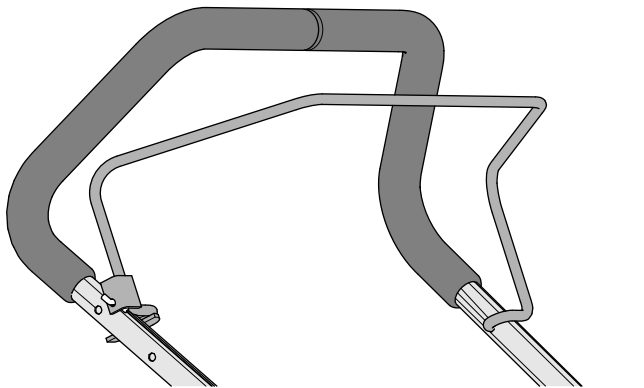

Figura 11
3. Inserte el extremo de la barra de presencia del operador en el manillar, apriete ligeramente la otra pata de la barra e inserte la barra en el manillar (Figura 11).